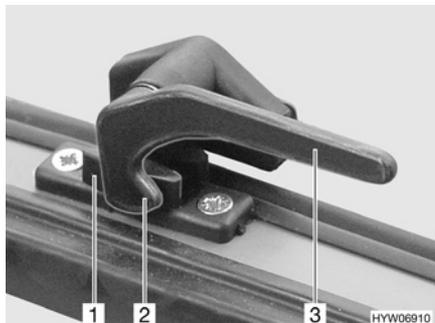

Fig. 29 Palanca de bloqueo en la posición de "cerrado"
- Girar la palanca de bloqueo (Fig. 29,3) un cuarto de vuelta hacia la mitad de la ventana.
- Girar la palanca de bloqueo (Fig. 29,3) un cuarto de vuelta hacia el marco de la ventana. El saliente de bloqueo (Fig. 29,2) se encuentra en la cara interior del bloqueo de la ventana (Fig. 29,1).
- En la posición "cerrada fijamente" (Fig. 29)